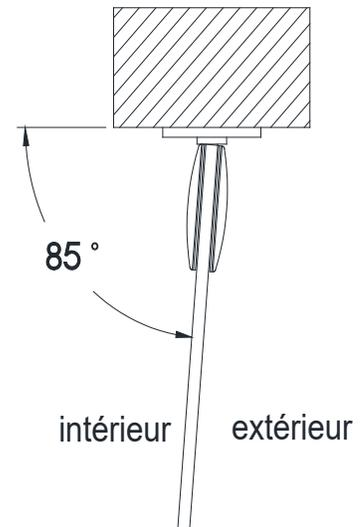

Fig 5b
**5b.** Les charnières sont pré-réglées en usine à 85 degrés. Vous pouvez modifier cet angle en utilisant les vis de réglage sur la plaque de la charnière. **(Fig. 5b)**